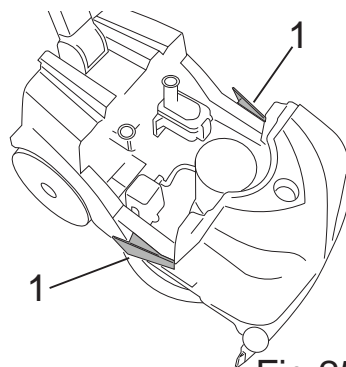

Fig.25
- Tryk på de to sidehåndtag til blokering af beholderne (Fig.25-Ref.1). Træk opsamlingsbeholderen ud af rammen.